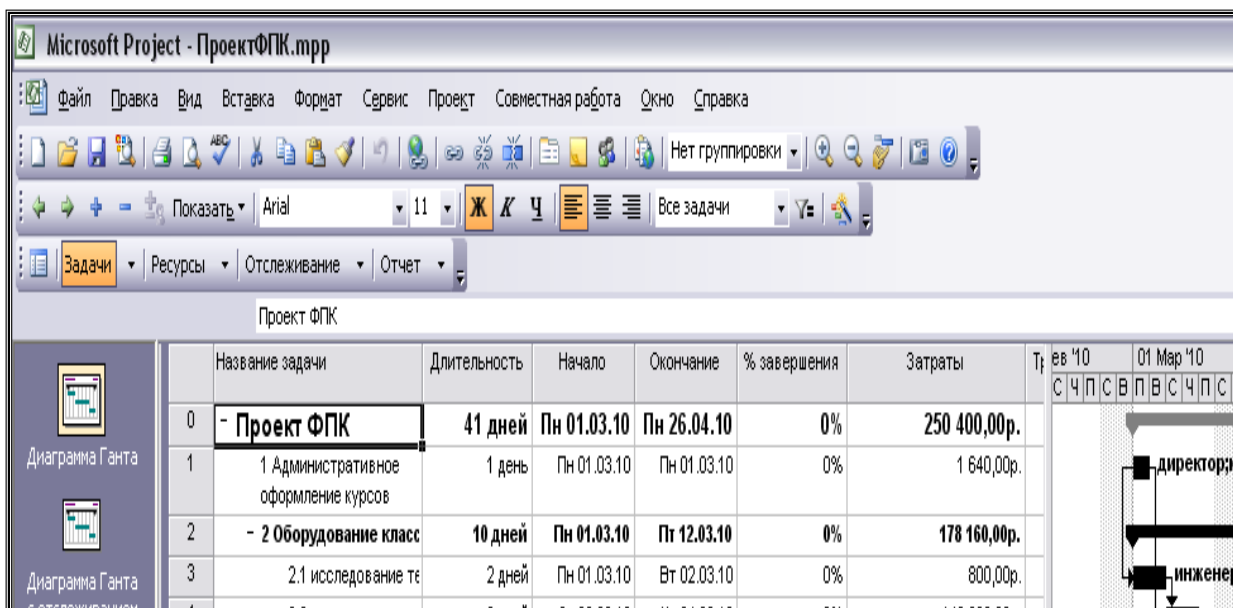

Рис. 22. Стоимость проекта (250400,00 руб.) в представлении **Диаграмма Ганта**
10. Определите стоимость (бюджет) проекта и его длительность. Стоимость проекта показывает **суммарная задача проекта** - представление **Диаграмма Ганта**, таблица **Суммарные данные** (рис. 22), или диалоговое окно «Статистика» (через команды **Проект – Сведения о проекте** – кнопка «Статистика»).